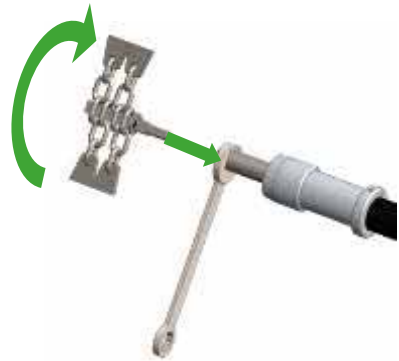

Fig.1B
- Realizar la operación inversa para montar el rotor en el aparato (Fig. 1B)